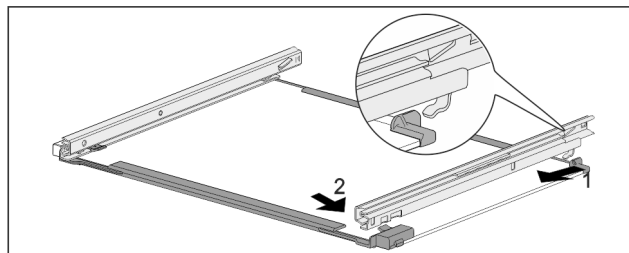

Fig. 149 Placa de vidrio con guías
- ▶ Enganche la guía por detrás. Fig. 149 (1)
- ▶ Encastre la guía por delante. Fig. 149 (2)